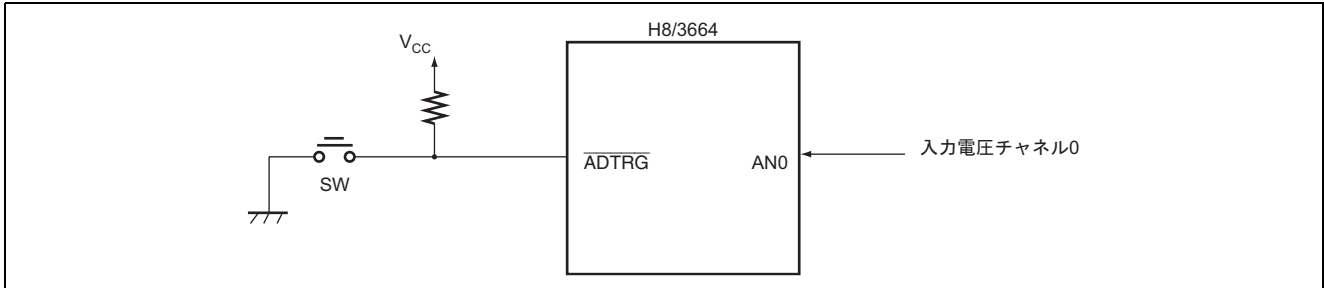

図 1.1 単一モード A/D 変換による電圧測定
1. 図 1.1 に示すように、A/D 変換器を使用して、1 チャンネルの電圧を測定します。
2.  $\overline{\text{ADTRG}}$  端子と接続したスイッチ (SW) をオンすると、AN0 に入力した電圧を A/D 変換します。